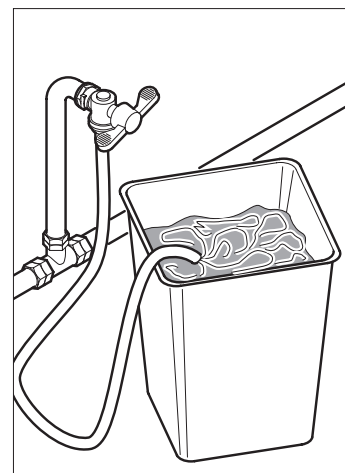

Fig. 4.4
- Prima di effettuare il collegamento idrico, far fuoriuscire dell'acqua dal rubinetto per eliminare eventuali tracce di impurità e tracce di sporco (Fig.4.4).